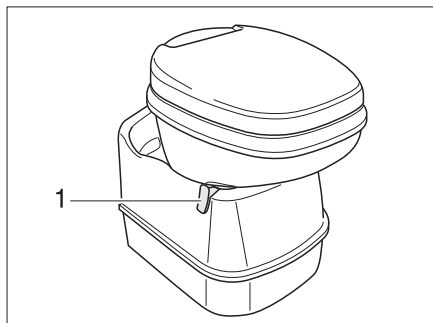

Fig. 156 Taza del inodoro Thetford, basculable
- Antes del lavado, abrir la corredera del inodoro Thetford. Para ello, empujar la palanca de corredera (Fig. 156,1) en sentido contrario a las agujas del reloj.
- Girar la palanca de corredera (Fig. 156,1) en sentido de las agujas del reloj. Se cierra la corredera. Para el vaciado **debe** estar cerrada la corredera en el inodoro Thetford.